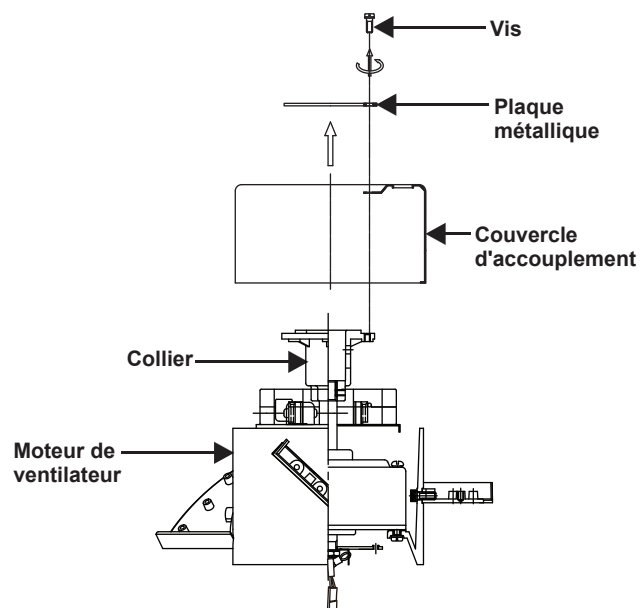

Figure 5
1. Retirez la plaque métallique et le couvercle d'accouplement du moteur du ventilateur en retirant les deux vis du bord de la plaque métallique. (Fig. 5)